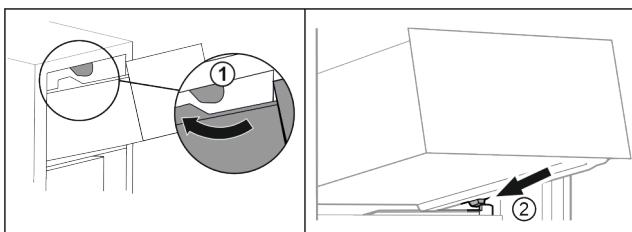

Fig. 18
- Prevedte zásuvku okolo horných zarážok. Fig. 18 (1)
- Nasadte zásuvku šikmo za dolnými zarážkami na rebro nádoby. Fig. 18 (2)